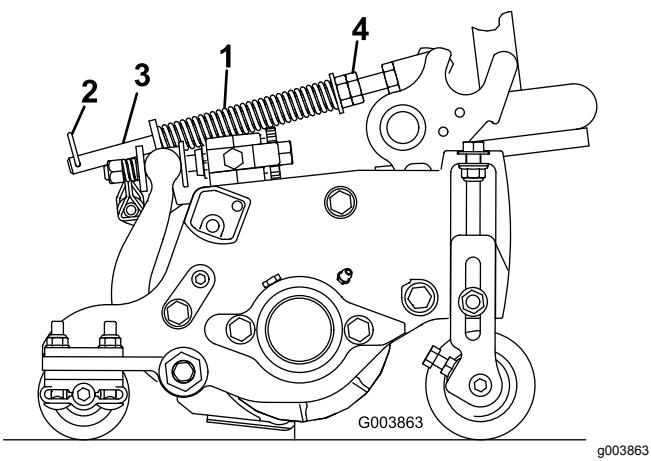

Figura 19
1. Certifique-se de que o pino de perno de gancho está instalado no orifício traseiro na haste da mola (Figura 19).
- Aperte as porcas sextavadas na extremidade dianteira da haste da mola até que o comprimento da mola em compressão seja de 15,9 cm; consulte a Figura 19.